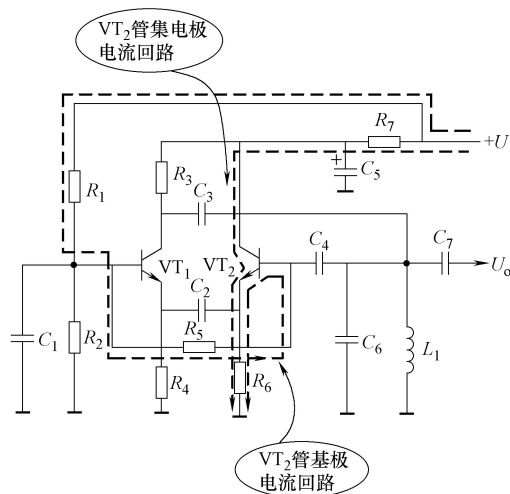

图 12-26  $VT_2$  管直流电流回路示意图
2)  $VT_2$  管直流电路分析。如图 12-26 所示是  $VT_2$  管直流电流回路示意图。 $VT_2$  管的集电极电压直接取自  $R_7$  送来的直流工作电压  $+U$ ,  $R_5$  将  $VT_1$  管基极上的电压加到  $VT_2$  管基极, 建立  $VT_2$  管的基极偏置电压。 $R_6$  是  $VT_2$  管的发射极电阻。